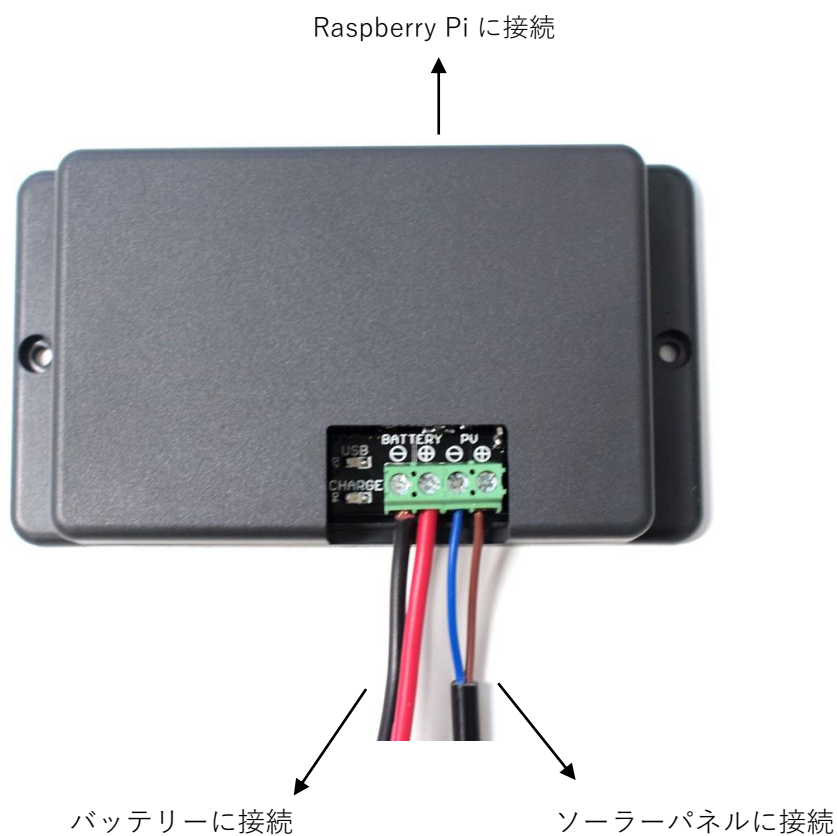
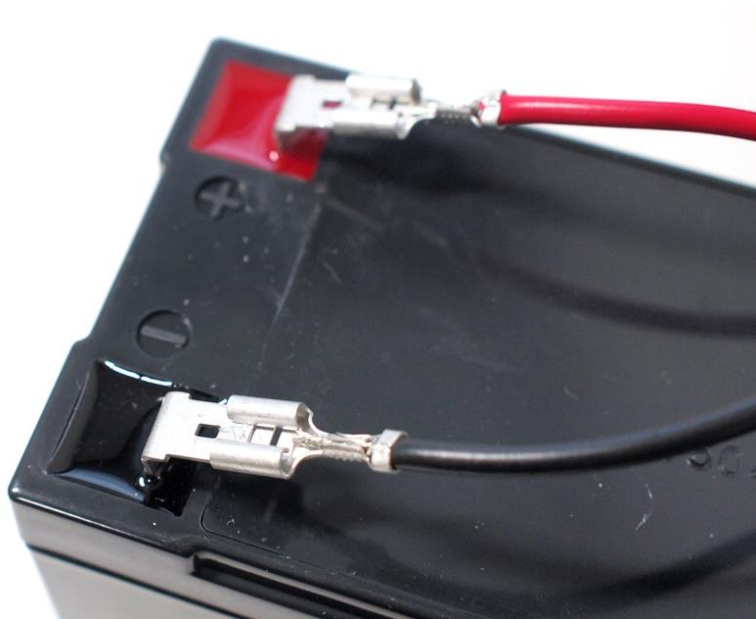

図 2 電源モジュールの接続イメージ
図 3 バッテリーケーブルの接続イメージ
2. ターミナル端子のうち、基板上に BATTERY と印刷されている端子と鉛蓄電池を接続します。はじめに電源モジュール側にバッテリーケーブルをネジ止めします。次にバッテリー側の端子を噛み合わせて接続します。図 3 のバッテリー側の接続イメージを参考にしてください。噛み合わせには少し力が必要です。
なお、図 2,図 3 の例ではバッテリーケーブルの色が赤と黒ですが、キットに同梱されているバッテリーケーブルの色が異なる場合があります。どの色のケーブルでも、バッテリー側の極性と電源モジュール側の極性を同じにすれば問題ありません。